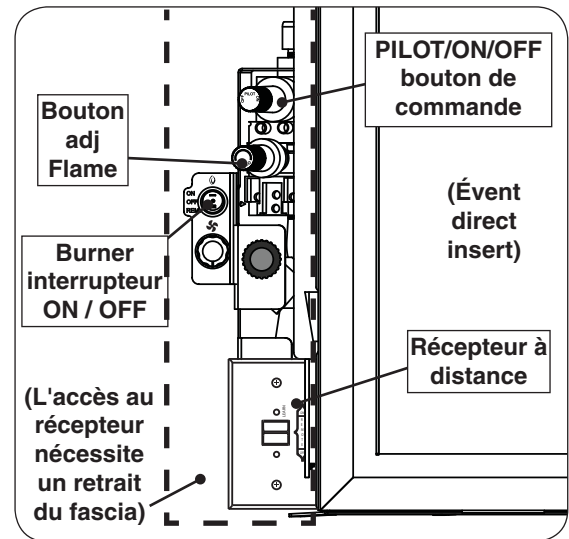
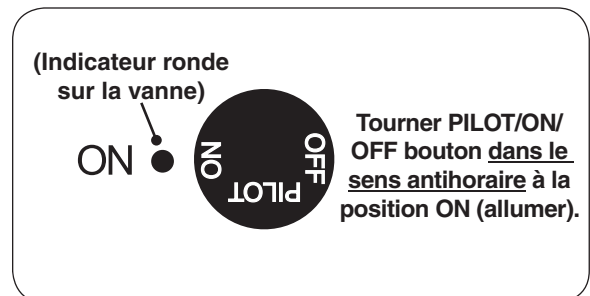
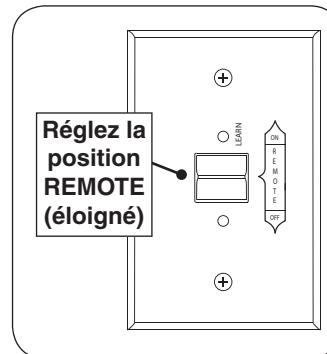
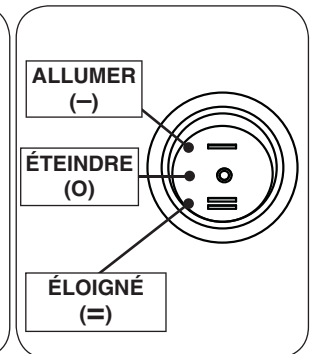

Fig. 40-1 Le boîtier de commande (côté gauche de l'unité)
Fig. 40-2 Control knob detail (ON)
Fig. 40-3 Télécommande détail récepteur
Fig. 40-4 Changement de mode
1. Assurez-vous que le pilote brûle. Ouvrez la porte surround. Localisez le bouton de commande PILOT/ON/OFF sur la boîte de commande (voir la Fig. 40-1). Tournez le bouton de commande dans le sens inverse des aiguilles d'une montre sur **ON** (allumer) (voir la Fig. 40-2).
2. Supprimer le fascia surround. Placez le récepteur de télécommande sur le boîtier de commande (voir Fig. 40-1). Faites glisser le commutateur 3 positions sur le récepteur à la position **REMOTE** (éloigné)(voir Fig. 40-3).
3. Localisez le commutateur de mode 3 positions sur le boîtier de commande (voir Fig. 40-1). Appuyez sur le bouton vers le bas à la position **ÉLOIGNÉ (=)** (voir Fig. 40-4).
La hauteur de flamme peut être ajustée par l'intermédiaire du bouton de réglage sur la vanne. Ouvrez la porte surround (utilisez des gants résistant à la chaleur, l'appareil sera **CHAUD**). Tournez le bouton de commande HI/LO à **HI** horaire pour augmenter la hauteur de la flamme. Tournez le bouton de commande dans le sens antihoraire à **LO** pour diminuer la hauteur de la flamme. Voir Fig. 40-1, Fig. 40-6.